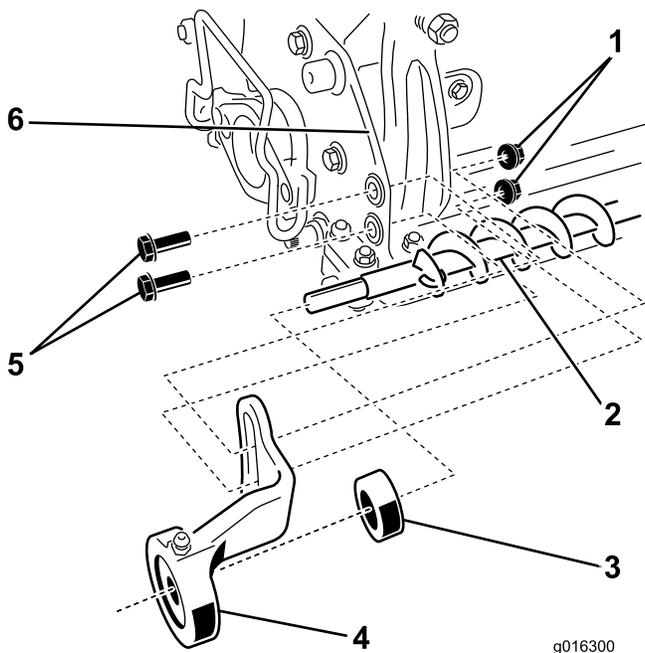

Figura 17
- B. Sull'estremità libera dell'albero della spazzola, fate scorrere l'altro collare fino alla spalla, seguito dal supporto spazzola sinistra; vedere Figura 17.
C. Fissate il supporto della spazzola di sinistra all'interno della piastra laterale dell'apparato di taglio con 2 bulloni frenafili (5/16 x 1 poll.) e 2 dadi flangiati (5/16 poll.), come illustrato nella Figura 17.